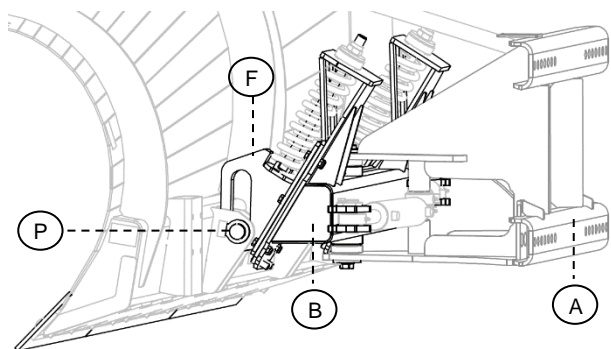
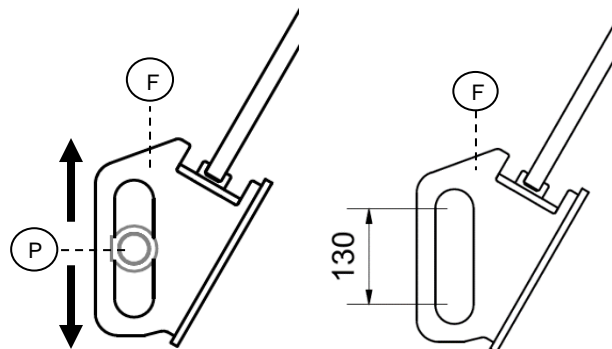

Bild.1 – Vertikal rörlighet - flytläge.
Bild.2 – Vertikal rörlighet - flytläge.
Centrumram (A) tillsammans med svängram (B) och flytlägesarmar (F) – se Bild.1, ger plogen möjligheten för vertikal-rörelse (upp-ner) samt rotation (horisontell) – se Bild.2; 3.
Det är viktigt att positionera flytlägesarmarna (F) så att plogen med dess tappar (P) kan röra sig fritt uppåt och neråt under arbete – se Bild.2. För att åstadkomma detta, sänk plogen så att slitstålen når marken. Sänk centrumram med flytläges armar (F) till sitt ändläge och lyft sedan centrumram cirka 60-70mm så att tapparna (P) hamnar i mittläge – se Bild.2. I detta läge (flytläge) ges plogen möjlighet att följa underlaget på bästa sätt. Detta kommer även att ge bättre styregenskaper för redskapsbäraren.